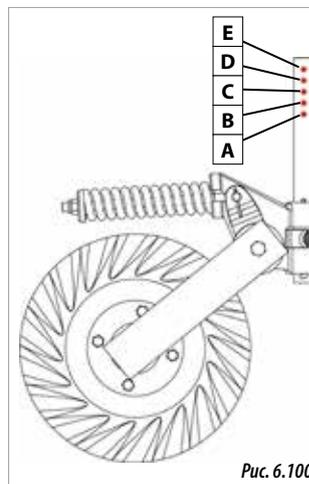
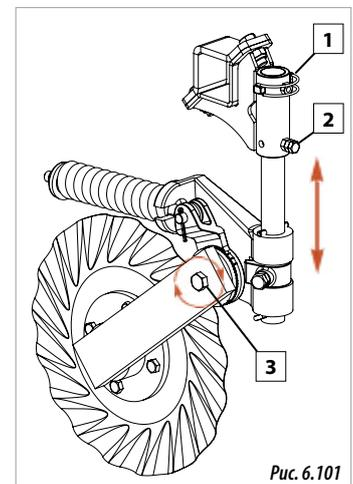

Рис. 6.100
Рис. 6.101
- 1- Достать фиксатор (1, рис. 6.101).
- 2- Ослабить болт (2, рис. 6.101).
- 4- Установить фиксатор (1, рис. 6.101) в нужное отверстие (рис. 6.100), чтобы зафиксировать заданное положение.
- 5- После этого заблокировать штангу болтом и контргайкой (2, рис. 6.101).
- 1- Ослабить крепежный болт турбо-ножа (3, рис. 6.101).
- 3- Затянуть крепежный болт (3, рис. 6.101).